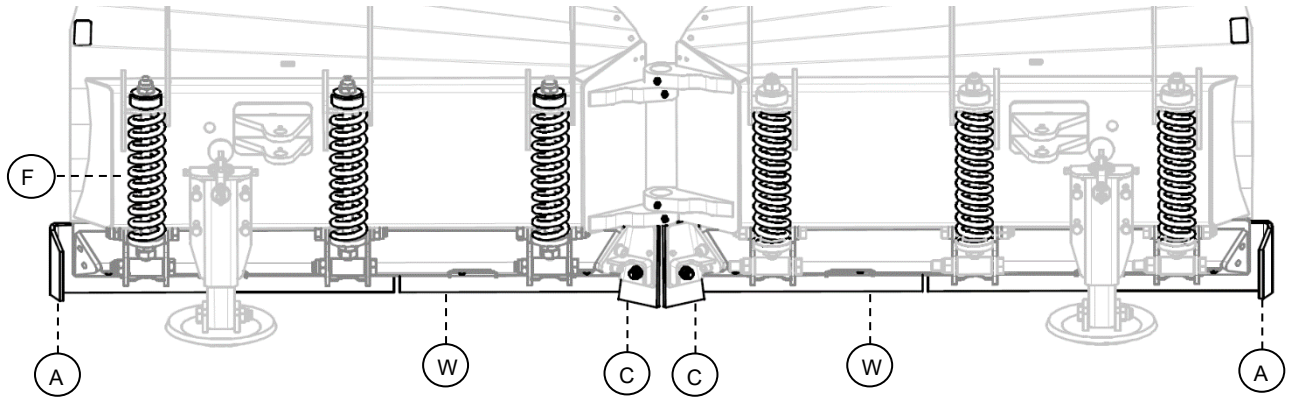

Abb. 13
Der VPX-Pflug ist mit folgenden Schürfleisten ausgerüstet (A, B, C – siehe Abb. 13.). Die Schürfleisten sind federnd gelagert (F) und können gewendet werden. Die äußeren Schürfleisten (A) haben eine umgebogene Kante. Hierdurch wird die Gefahr verringert, an einem Hindernis hängen zu bleiben.